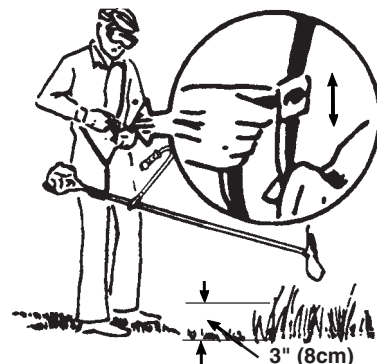

Fig. 14
- **ALWAYS WEAR COMFORT STRAP** and adjust as shown in Figure 14. Always maintain a firm grip on both the throttle and assist handle while cutting with a blade. Always hold unit firmly with both hands. Keep blade away from body and below waist.
- **IL FAUT TOUJOURS UTILISER LA SANGLE DE CONFORT** et la régler comme montré dans Figure 14. Lors de la coupe avec une lame, il faut tenir fermement l'accélérateur et la barre de la poignée. Il faut maintenir la lame à l'écart du corps et au-dessous du niveau de la ceinture.
- **USE SIEMPRE LA CORREA DE SUJECION POR EL HOMBRO** y ajústela de la manera indicada en el Fig. 14. Mientras corta con una cuchilla, agarre firmemente el regulador y el manillar. Mantenga la cuchilla alejada del cuerpo y por debajo de la cintura.